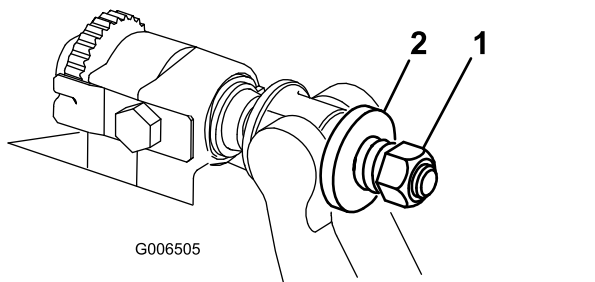

Figure 31
- Serrez l'écrou de tension du ressort jusqu'à ce que les spires soient jointives, puis desserrez-le d'un demi-tour (Figure 31).